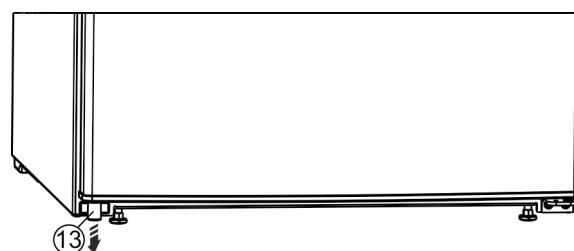

Fig. 11 *
- Vegye ki a bal alsó távtartót Fig. 11 (13) az ajtóból.*